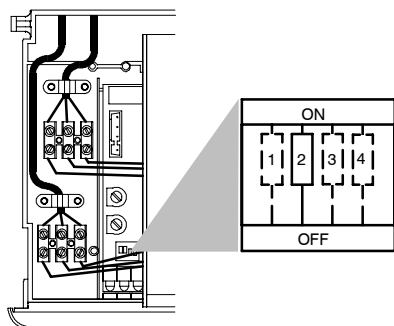

fig. 8.5
- 12 Posizionare il micro selettore "2" fig. 8.5 in OFF per il gas Butano e Propano, in ON per il gas Metano.